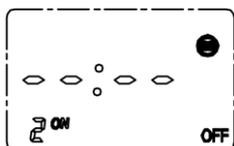

Fig.12
6.2.3.4 A continuación pulsar "MD"; el display mostrará 2ON, 2OFF...8ON, 8OFF. Introduzca los datos deseados para cada programa siguiendo los pasos indicados anteriormente. (ver Fig.12)